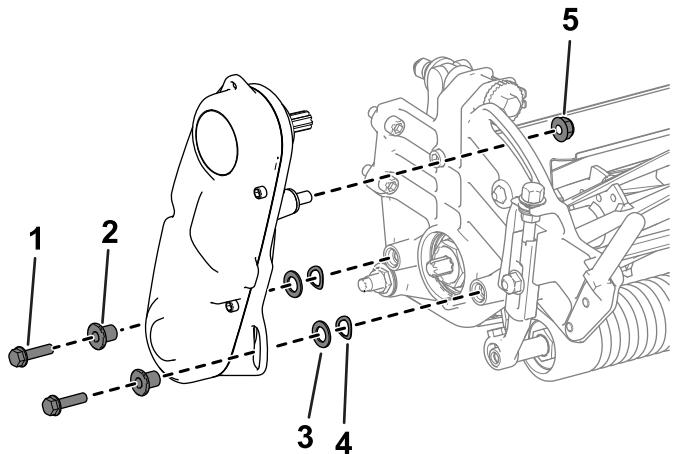

Figura 3
- Remova as ferragens que prendem o conjunto da transmissão do cilindro à placa lateral (Figura 3).
- Remova o conjunto da transmissão do cilindro, anilhas planas, anilhas de mola e espaçadores da placa lateral (Figura 3).